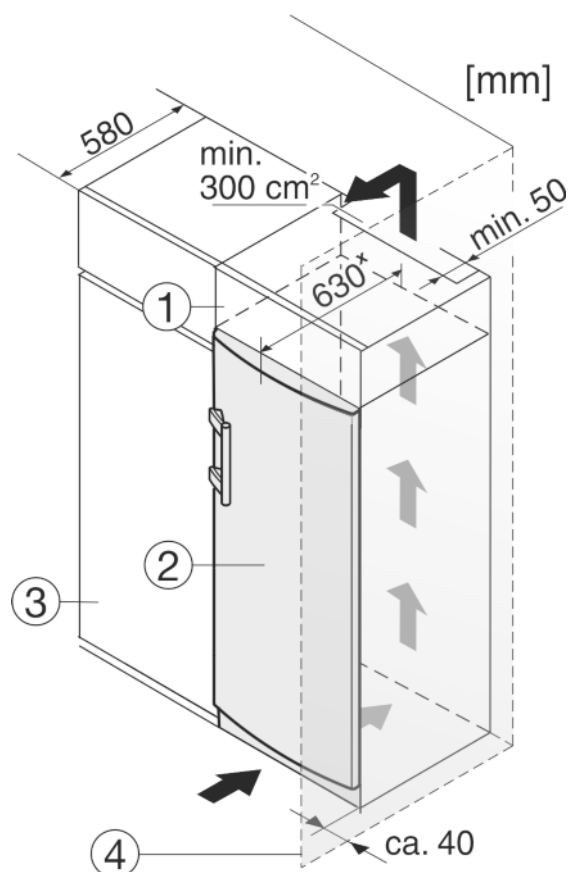

Fig. 8
- (1) Nastavná skříňka
- (2) Přístroj
- (3) Kuchyňská skříň
- (4) Stěna
Spotřebič lze zabudovat do kuchyňských skříní. K vyrovnání spotřebiče Fig. 8 (2) na výšku kuchyňské linky lze na přístroj nasadit nástavec Fig. 8 (1).
Při montáži do kuchyňských skříní (hloubka max. 580 mm) lze přístroj instalovat hned vedle kuchyňské skříně Fig. 8 (3). Přístroj přesahuje přední stěnu kuchyňské skříně na stranách o 34 mm* a uprostřed o 50 mm*.
Když se přístroj instaluje závěsy vedle stěny Fig. 8 (4), musí být vzdálenost přístroje od stěny alespoň 40 mm. To odpovídá přesahu madla při otevřených dvířkách.